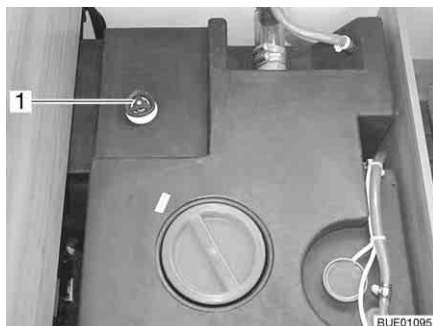

Bild 233 Wassertank mit Drehgriff
- Auf dem Wassertank den Drehgriff (Bild 233,1) entgegen dem Uhrzeigersinn über den Widerstand hinaus bis zum Anschlag drehen, um die Ablauföffnung vollständig zu öffnen.